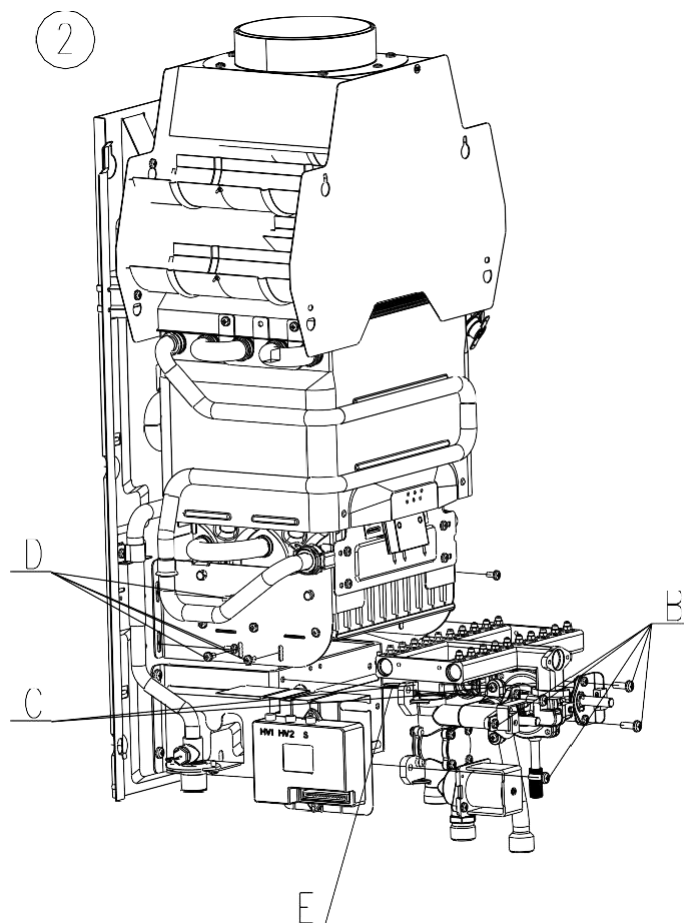

fig. 16
2. Desaparafusar a conexão entre a válvula de água e gás e o seu suporte, remover a mola que conecta a válvula de água e o tubo de entrada do queimador. Remover o cabo de conexão da válvula de água-gás e do aterramento (fig. 16, passo B)
3. Desaparafusar a conexão entre a válvula de água-gás e o coletor de gás (fig. 16, etapa C)
4. Desaparafusar a conexão entre o coletor de gás e os dois suportes laterais dentro do queimador. Afrouxar os parafusos restantes nos dois suportes laterais para soltar completamente o coletor (fig. 16 passo D) e remover o coletor
**Efetuar a substituição com cuidado, tendo atenção para não danificar as guarnições e colocá-las na posição correta. É aconselhável substituí-las por guarnições novas (fig. 16, passo E).**